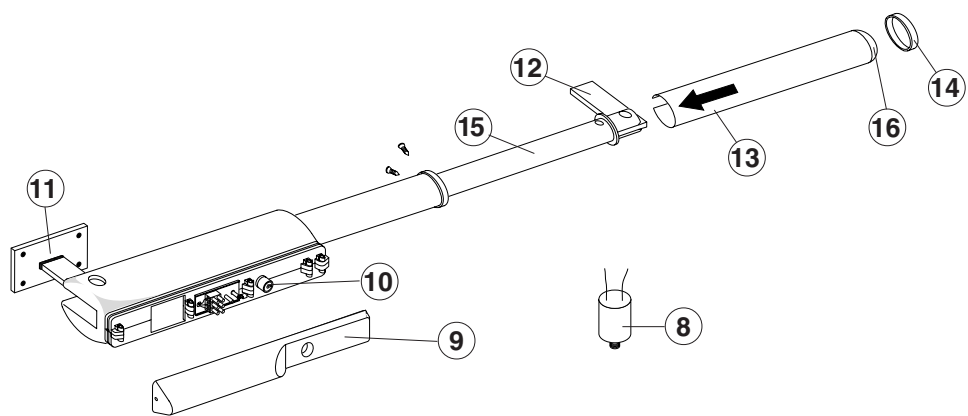

Fig. 4
2.3 Riferimenti motoriduttore (fig. 4)